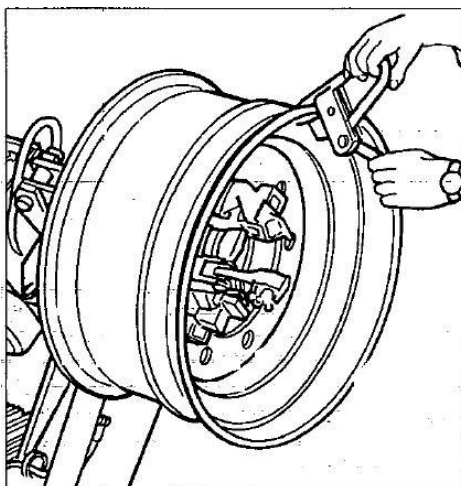

Рис. 7.8
- 3) Закрепить зажим РС к внешней закраине в верхнем положении (см. рис. 7.8).
- 3) Закрепить зажим РС на внешней закраине обода в верхней точке (см. рис. 7.8).